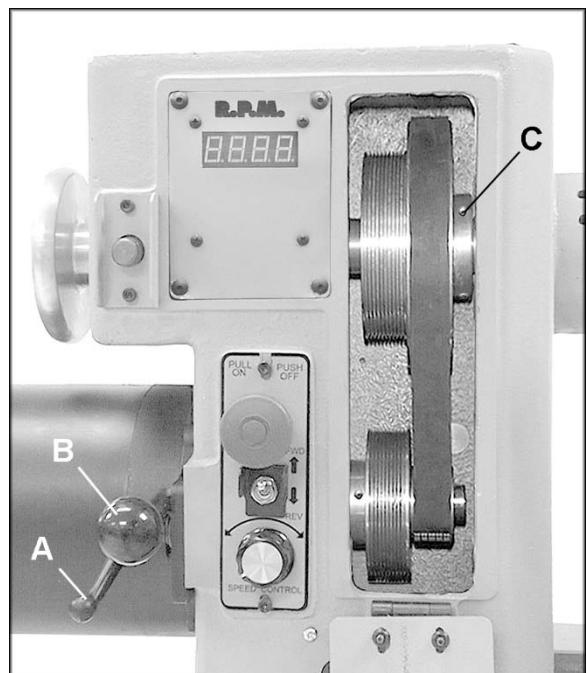

Рисунок 25
3. Ослабьте зажим подвески двигателя (A, Рис. 25) и поднимите рукоятку натяжения (B, Рис. 25), чтобы поднять двигатель. Затяните зажим подвески двигателя (A, Рис. 25), чтобы зафиксировать двигатель в данном положении.
5. Ослабьте зажим подвески двигателя (A, Рис. 25) и опустите двигатель, чтобы натянуть ремень. Убедитесь, что выступы поликлинового ремня точно расположились по пазам шкива. Не перетягивайте ремень. Достаточно легкого нажатия на рычаг (B, Рис. 25), чтобы предотвратить проскальзывание ремня.
6. Затяните зажим подвески двигателя (A, Рис. 25).
изготовителе, но если было произведено техническое обслуживание, повлиявшее на их расположение, очень важно, чтобы шкивы были выровнены. Чтобы выровнять их вновь, ослабьте два установочных винта на шкиве шпинделя (С, Рис. 25) при помощи шестигранного ключа и передвигните шкив в нужную позицию. Затяните винты.